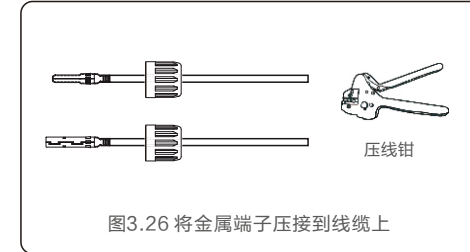

图3.26 将金属端子压接到线缆上
3. 使用专用压线钳将金属端子压接到线缆上 (如图3.26所示)。